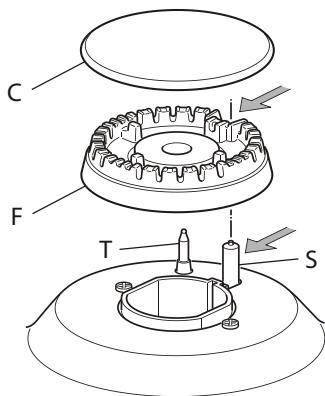

Fig. 5.3
- Verificare che la sonda "T" (fig. 5.3) vicino ad ogni bruciatore sia sempre ben pulita in modo da permettere il regolare funzionamento della valvolatura di sicurezza.
- Verificare che l'elettrodo "S" (fig. 5.3) vicino ad ogni bruciatore sia sempre ben pulito in modo da permettere lo scoccare regolare delle scintille.
É molto importante verificare il perfetto posizionamento dello spartifiamma "F" e del cappello "C" del bruciatore (vedere figure 5.3 - 5.4) perché un loro spostamento dalla sede può essere causa di gravi anomalie